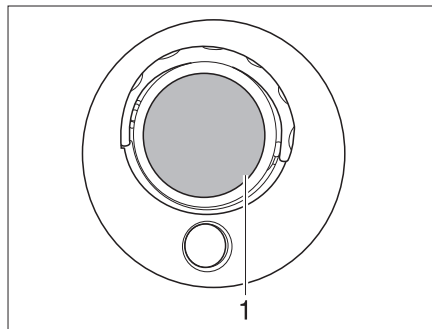

Fig. 263 Lámpara halógena sobre revoque de la cabina del conductor (modelo I)
- Sacar la cubierta de vidrio (Fig. 263,1) con cuidado, haciendo palanca con una herramienta apropiada (p. ej. destornillador) y retirarla.